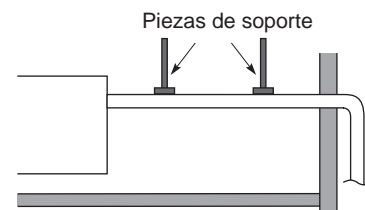

Fig. 3-93
- No someta las tuberías de condensados a esfuerzos por el lado de la unidad. El tubo no debe colgar en el vacío, sino estar enganchado en la unidad en su punto de conexión. Fije el tubo a una pared, un marco o a cualquier otro soporte lo más cerca posible de la unidad. (Fig. 3-93)